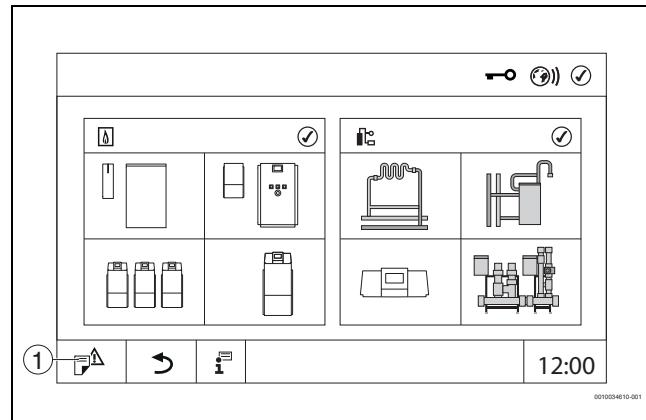

Bild 18 Servicemenü aufrufen (Beispiel)
- Symbol  (→ Bild 18, [1]) ca. 5 Sekunden gedrückt halten.